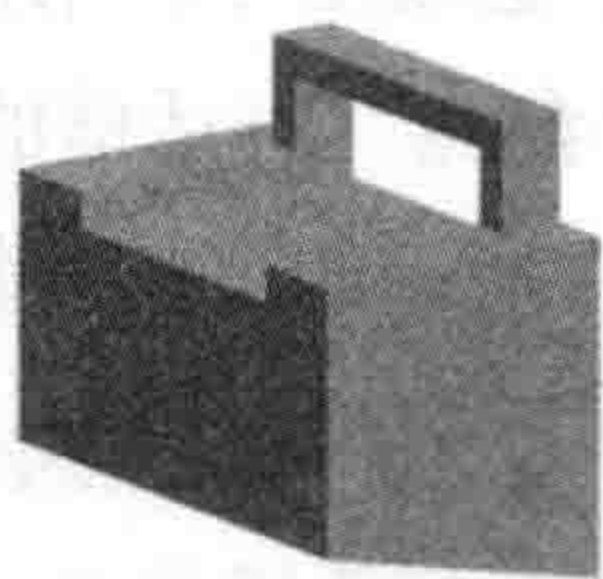
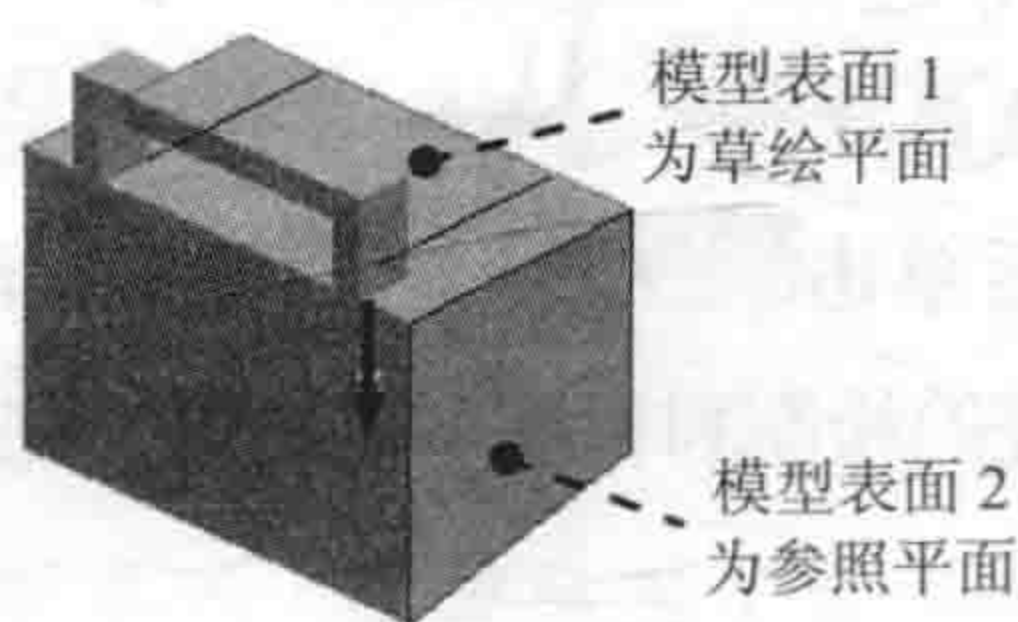

图 2.9 拉伸 2
图 2.10 定义草绘平面
Step4. 添加图 2.9 所示的拉伸“移除材料”特征——拉伸 2。
(1) 直接单击“拉伸”按钮 ，在出现的操控板中确认“拉伸为实体”按钮  被按下，并按下“移除材料”按钮 。
(2) 定义草绘截面放置属性。在绘图区中右击，从弹出的快捷菜单中选择 **定义内部草绘...** 命令；系统弹出“草绘”对话框，选取图 2.10 所示的模型表面 1 作为草绘平面，选取图 2.10 所示的模型表面 2 作为参照平面，草绘平面的参照方位为 **左**；单击 **草绘** 按钮，系统进入截面草绘环境。